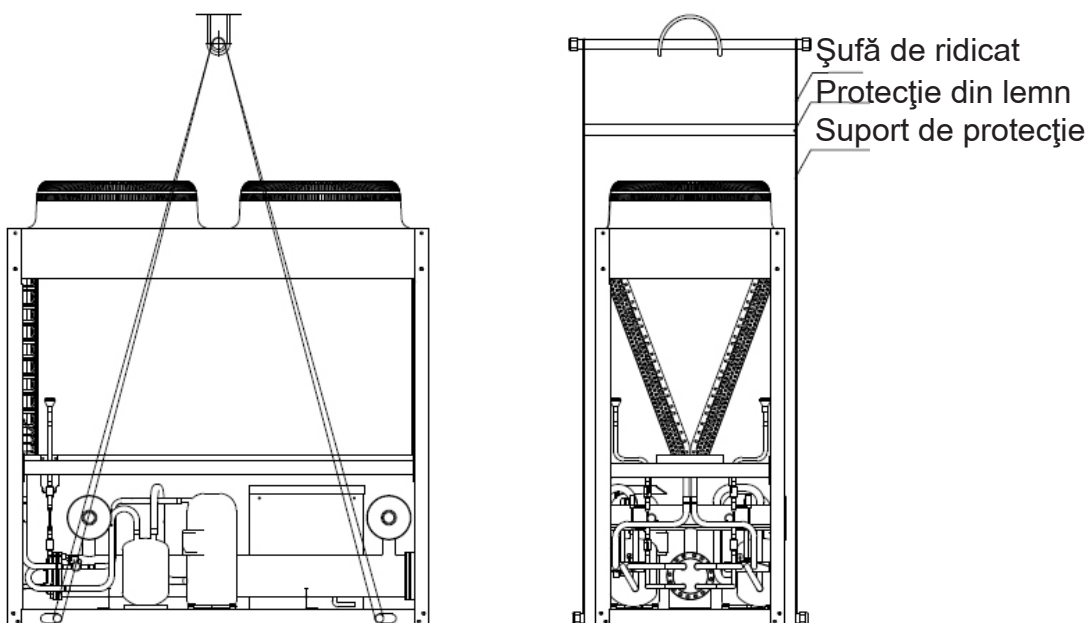
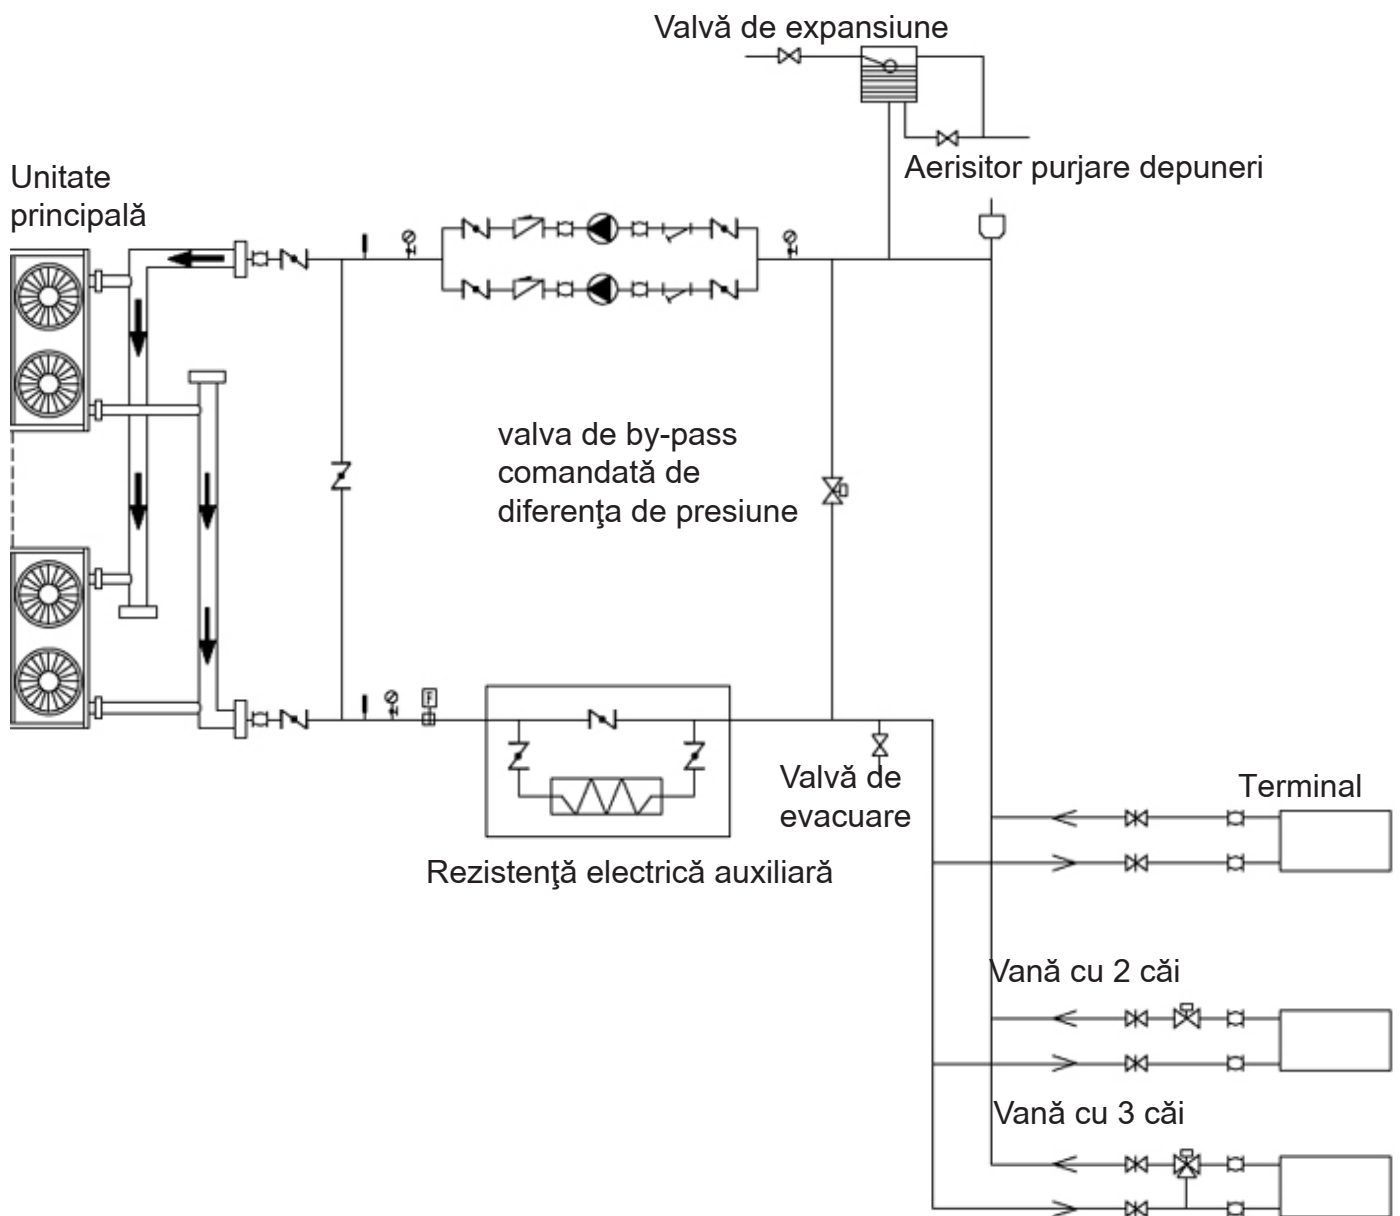

Fig 2
Fig 3
h. Conductele de by-pass și valvele de by-pass așa cum sunt prezentate în Fig.1, Fig.2, și Fig.3 vor fi montate la schimbătorul de căldură în scopul de a realiza curățarea sistemului la exterior a conductelor de apă înainte de a regla unitatea. În timpul operației de întreținere, conducta de apa a schimbătorului de căldură poate fi întreruptă fără a perturba celelalte schimbătoare de căldură.